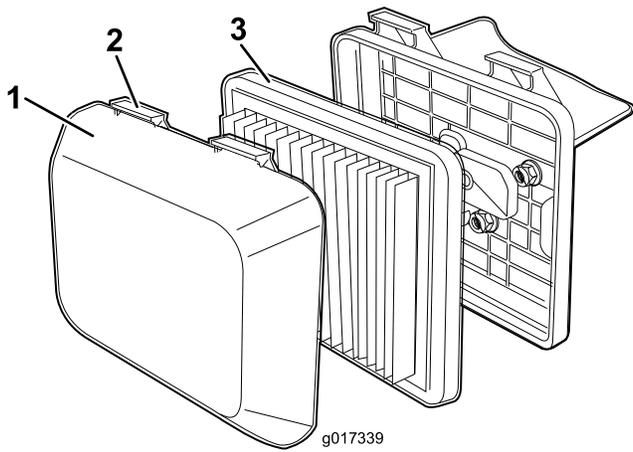

图20
1. 向下按空气滤清器盖子顶部的门锁扣图20。
3. 拆下过滤器 (图20)。